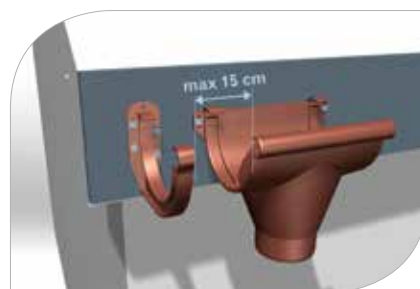

рис. 3
- 1.6 Кронштейны необходимо монтировать не далее 15 см от воронок, соединителей и углов (**рис. 3**)